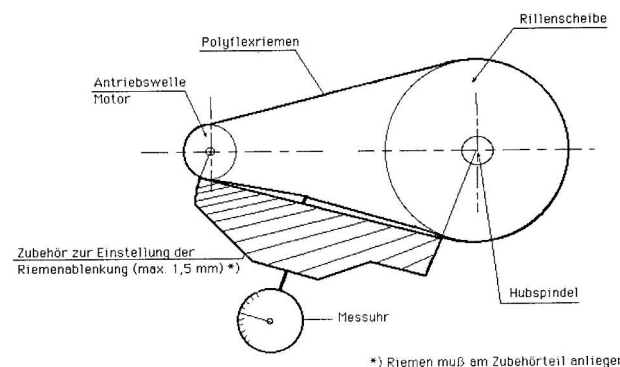

Bild 16: Messinstrument
- Das Messgerät, wie in Bild 16, 17 zu sehen am Polyflexriemen anlegen.